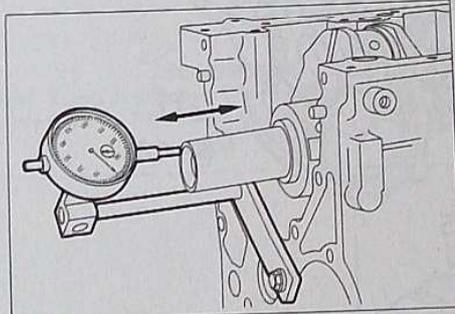

FIG. 48
- Contrôler le jeu axial (Fig.48):